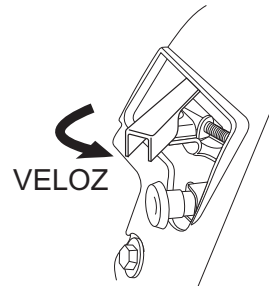

Figura 27. Palanca del acelerador (posición veloz)
5. Coloque la **palanca del acelerador** (Figura 27) a la mitad entre **VELOZ** y **LENTA** para arrancar.